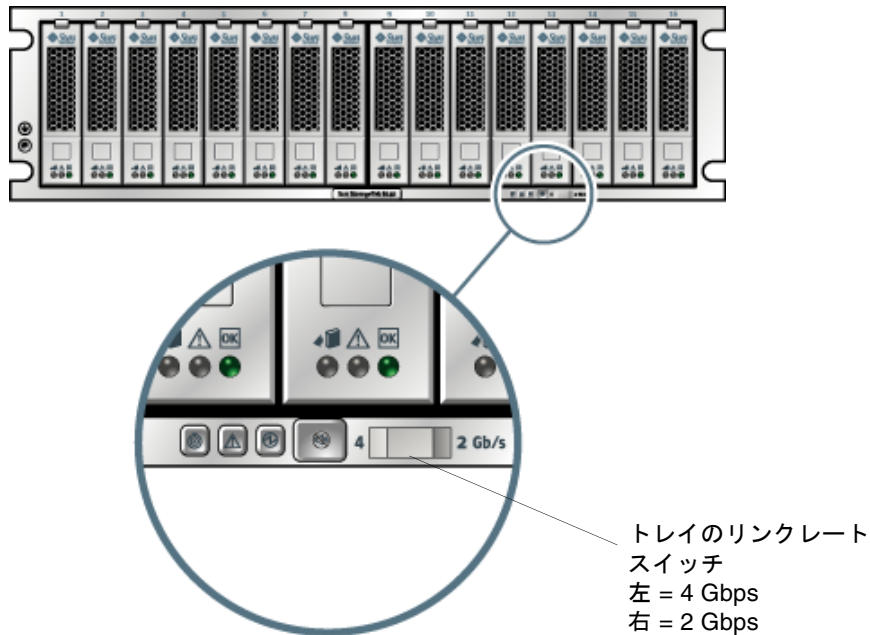

図 4-1 トレイのリンクレートスイッチ
1. トレイ正面の右下で、トレイのリンクレートスイッチの位置を確認します (図 4-1)。